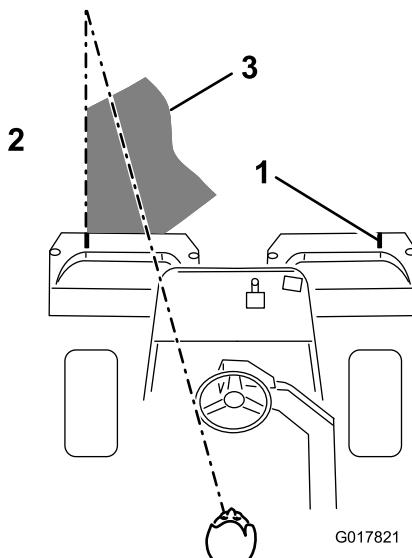

图40
3. 掉头回来的下一道，请与前一道保持最小的交叠量。为了保持以直线方式穿过果岭，并使得机器与此前剪草的边缘保持等距，请在机器前到果岭未剪部分的边缘虚构一条长约 1829~3048mm 的视线（图40）。有人发现，将方向盘的外缘看作视线的一部分非常有用；即让方向盘边缘对准与机器前面始终保持等距的某个点（图40）。